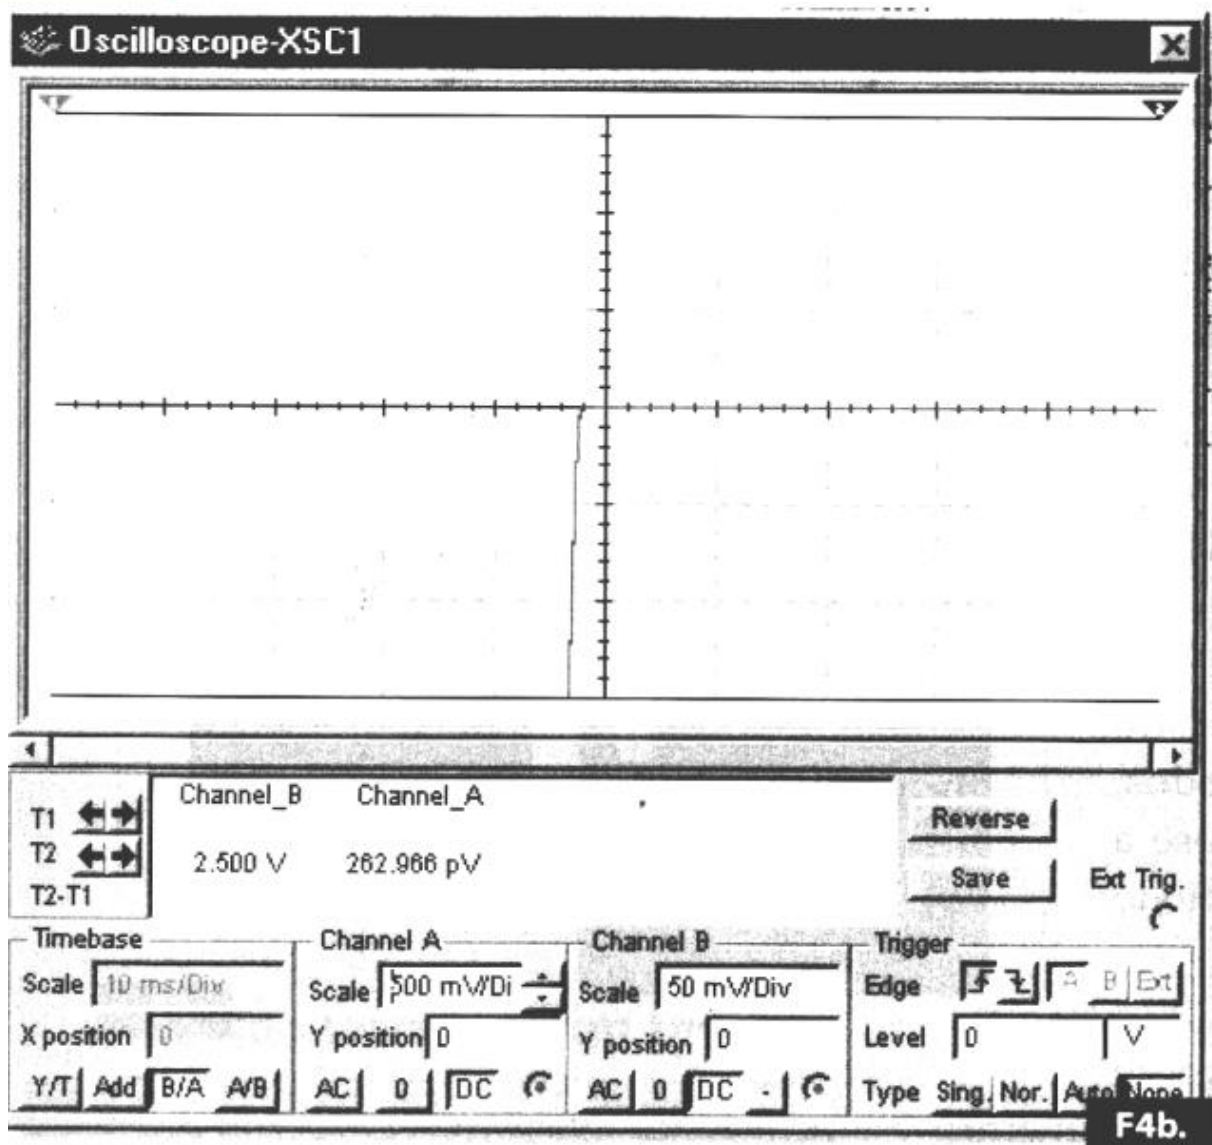

Figura 4b. Ajuste das funções do osciloscópio.
- Ajuste o osciloscópio para operar com sincronismo externo (H) ou eixo X (EXT) — X/Y ou A/B - e um ganho vertical que permita visualizar uma tensão máxima da ordem de 20 V. (10 V/div, por exemplo).
- Ajuste a imagem para que ela fique como o apresentado na figura 4b que corresponde a um diodo em bom estado.